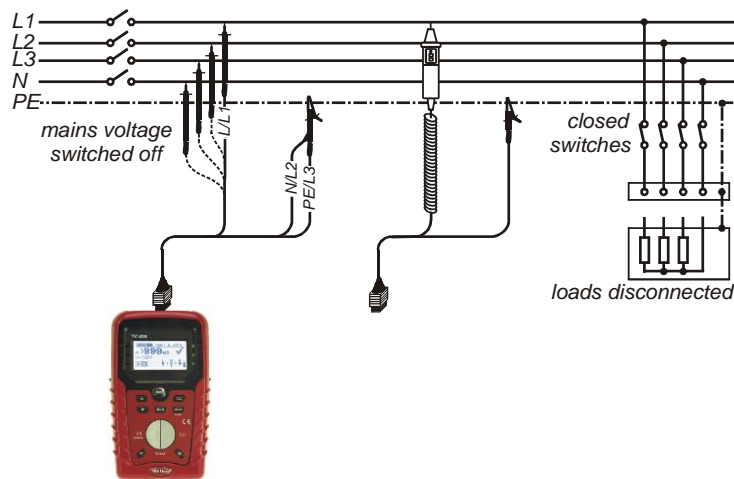

Figura 5.6: Conexiones para la medición del aislamiento
- ❑ **Conecte** el cable de prueba al aparato y al elemento que se va a probar (véase la figura 5.6).